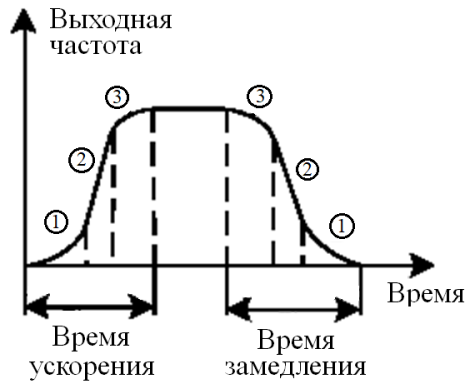

Рис. 6-4 Ускорения/замедление на S-кривой
- Начальная стадия S-кривой показана на рис. 6-4 как «①», где выходная частота увеличивается с 0;
- Стадия подъема S-кривой изображена на рис.6-4 как «②», выходная частота постоянная;
- Конечная стадия S-кривой показана на рис. 6-4 как «③», где выходная частота уменьшается до 0.